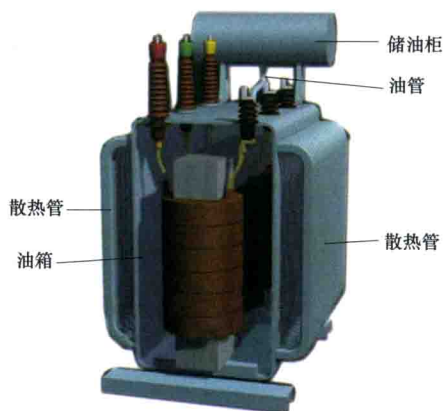

图 1-9 油箱内部结构示意图
(3) 油箱及绝缘油。油箱用来充满绝缘油。油箱的内部结构如图 1-9 所示。